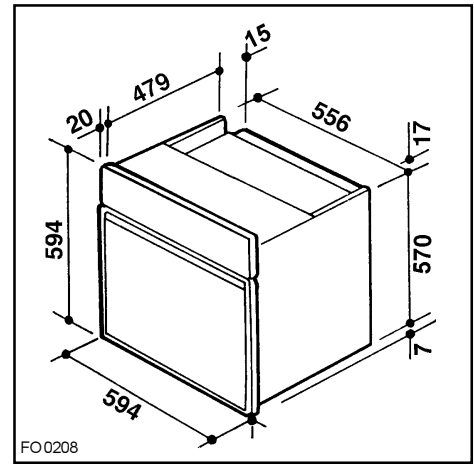

Fig. 9
- Cotes d'encastrement: fig. 9